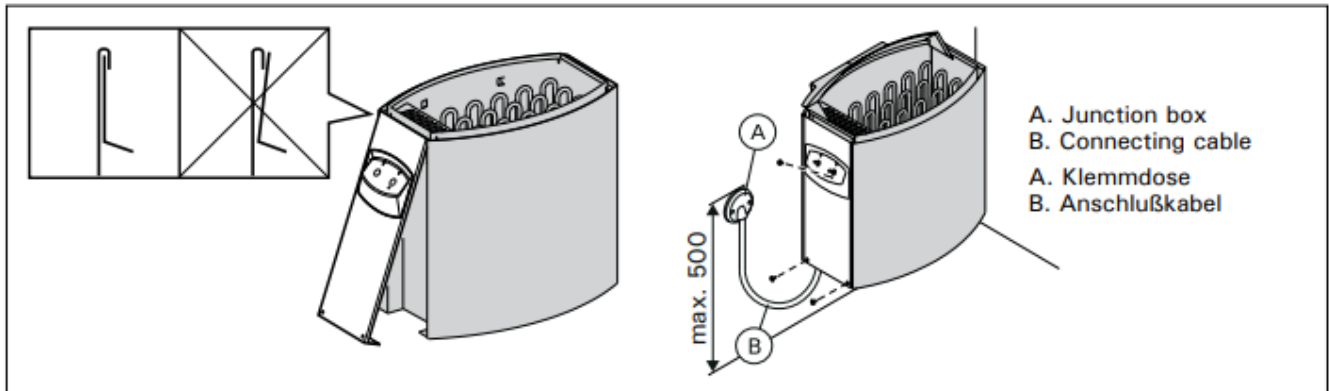

Abbildung 8: Das Verschließen des Anschlusskastens (alle Abmessungen in Millimetern)
- Der Saunaofen wird halbfest an die Klemmdose (Abb. 8: A) an der Saunawand befestigt. Die Klemmdose muss spritzwasserfest sein und darf höchstens 500 mm über dem Fußboden angebracht werden.
- Als Anschlusskabel (Abb. 8: B) wird ein Gummikabel vom Typ H07RN-F oder ein entsprechendes Kabel verwendet.
- **Achten Sie beim Schließen des Deckels des Anschlusskastens darauf, dass sich der Deckel vollständig verschließt.** Wenn der Deckel nicht richtig sitzt, kann Wasser in den Anschlusskasten laufen. Abbildung 8.